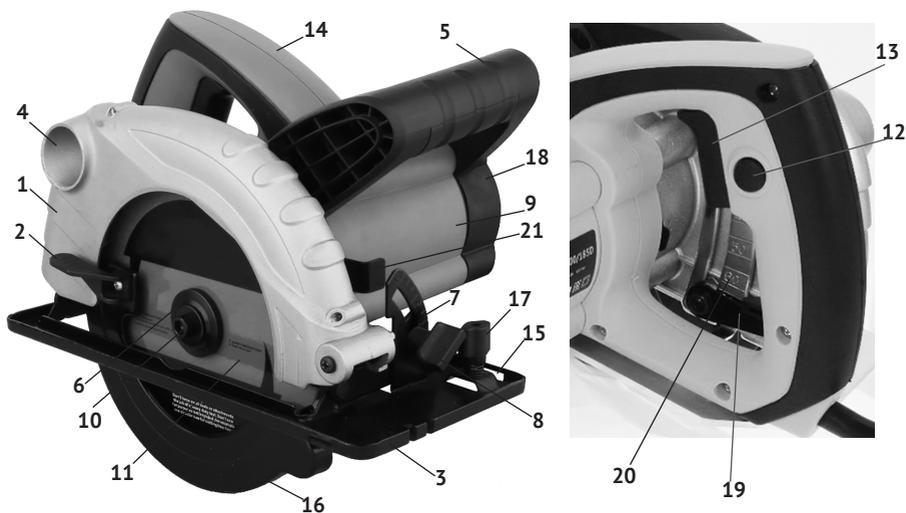
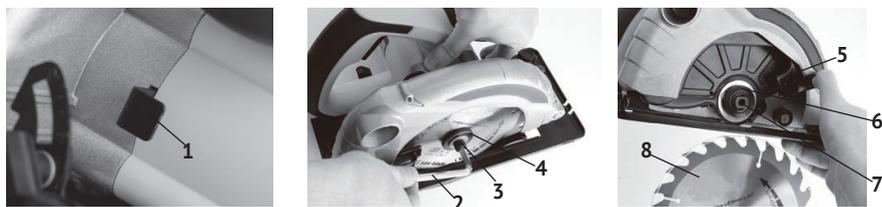

рис.1
рис.2
1.6 Общий вид пилы представлен на рис.1
1.7 Пила состоит из коллекторного двигателя в пластиковом корпусе (рис.1 поз.9) с закреплёнными на нём рукоятками (рис.1 поз.5 и 14) и металлического редук-
тора, совмещённого с верхним неподвижным кожухом (рис.1 поз.1). Крутящий момент с якоря электродвигателя, через шестерню, передаётся на шпindel, соосный с электродвигателем. На шпindel пилы, между опорным и зажимным (рис.1 поз.6) фланцами крепится пильный диск (рис.1 поз.11). Это основной рабочий инструмент пилы. Пила имеет функции: изменение глубины реза и поворот режущего блока (вправо) для для наклонного пиления (до 45°).
1.8 Клавиша выключателя (рис.1 поз.13) расположена в нижней части основной рукоятки (рис.1 поз.14). Во избежание самопроизвольного включения инструмента, выключатель снабжён блокировкой клавиши (кнопка блокировки, рис.1 поз.12, расположена на левой части рукоятки). Включение пилы осуществляется нажатием на клавишу выключателя (рис.1 поз.13) указательным пальцем после нажатия и удержания кнопки блокировки большим пальцем. Пила отключается при отпускании клавиши выключателя, при этом кнопка блокировки (со щелчком) возвращается в исходное положение - заблокировано.
2.2.1 Закрепить на шпindel пильный диск, соответствующий обрабатываемому материалу. Для установки (замены) диска необходимо (см. рис.2):
- зафиксировать шпindel (рис.2 поз.7), нажав на рычаг стопора (рис.2 поз.1);
- открутить ключом (рис.2 поз.2) винт крепления диска (рис.2 поз.3), снять зажимной фланец (рис.2 поз.4);
- переместить вверх за рычаг (рис.2 поз.5) нижний подвижный кожух (рис.1 поз.16), снять пильный диск (при замене);
- очистить опорный (рис.2 поз.6) и зажимной фланцы;
- установить на шпиндель (рис.2 поз.7) пильный диск (рис.2 поз.8);
2.2.3 При необходимости изменения глубины пиления, поднять рычаг (рис.1 поз.19) фиксации глубины пропила, выставить направляющую плиту (рис.1 поз.3) по шкале (рис.1 поз.20) в нужное положение и зафиксировать в выбранном положении, опустив рычаг.
- ослабить рукоятку (рис.1 поз.8) фиксации угла наклона режущего блока;
- подняв за рукоятку (рис.1 поз.14) режущий блок (двигатель с диском), выставить
по шкале кронштейна (рис.1 поз.7) необходимый угол пиления;
**Внимание!** При пилении под наклоном, значение глубины пропила, устанавливаемое по шкале (рис.1 поз.20), не совпадает с истинным значением. Глубина пропила в данном случае равна перпендикуляру от вершины пильного зуба к плоскости направляющей плиты.
2.2.5 При необходимости отпиливания заготовок строго определённой ширины, установите параллельный упор - линейку. Упор вставляется в отверстия (рис.1 поз.15) направляющей плиты (справа или слева) и крепится винтом (рис.1 поз.17).
**Внимание!** Не фиксируйте нижний подвижный кожух (рис.1 поз.16) в открытом положении. Это может привести к заклиниванию диска, а также к травмам и повреждениям. Кожух будет автоматически сдвигаться при движении направляющей плиты по заготовке.
- необходимо снять заднюю крышку (рис.1 поз.18) корпуса двигателя, открутив винты крепления.